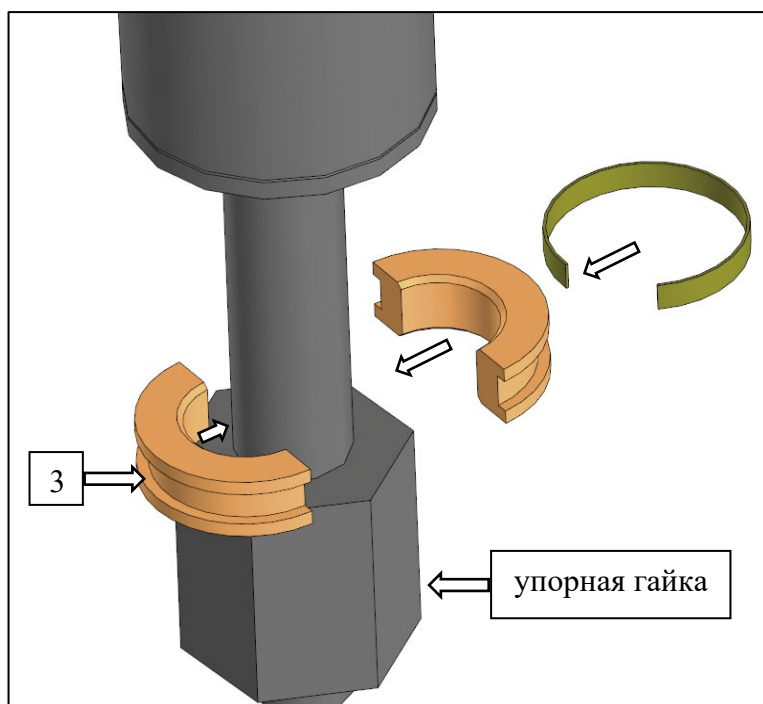
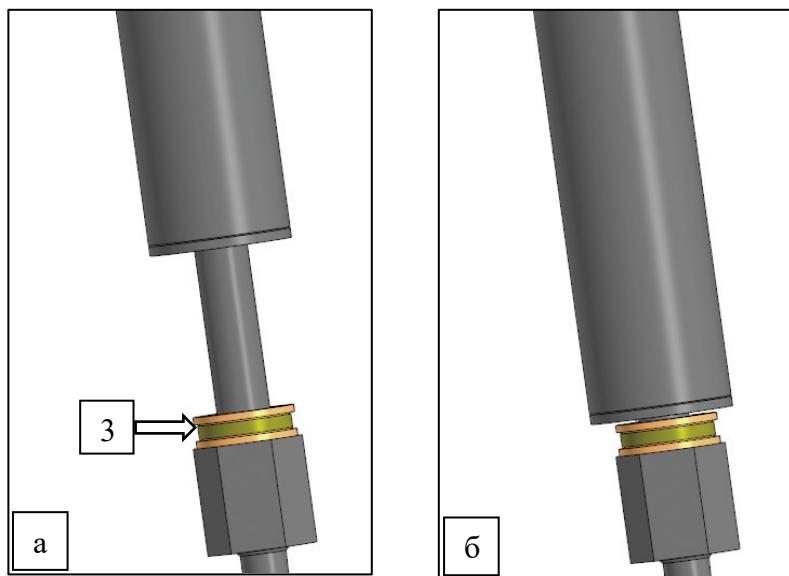

Рисунок 53 – Установка упорного кольца на шток гидроцилиндра
Рисунок 54 – Упорное кольцо (3) установлено на шток:
При работе в условиях, когда необходимо минимальное давление на сошниках, рекомендуется использовать упорные кольца (3), рис. 53, рис. 54.